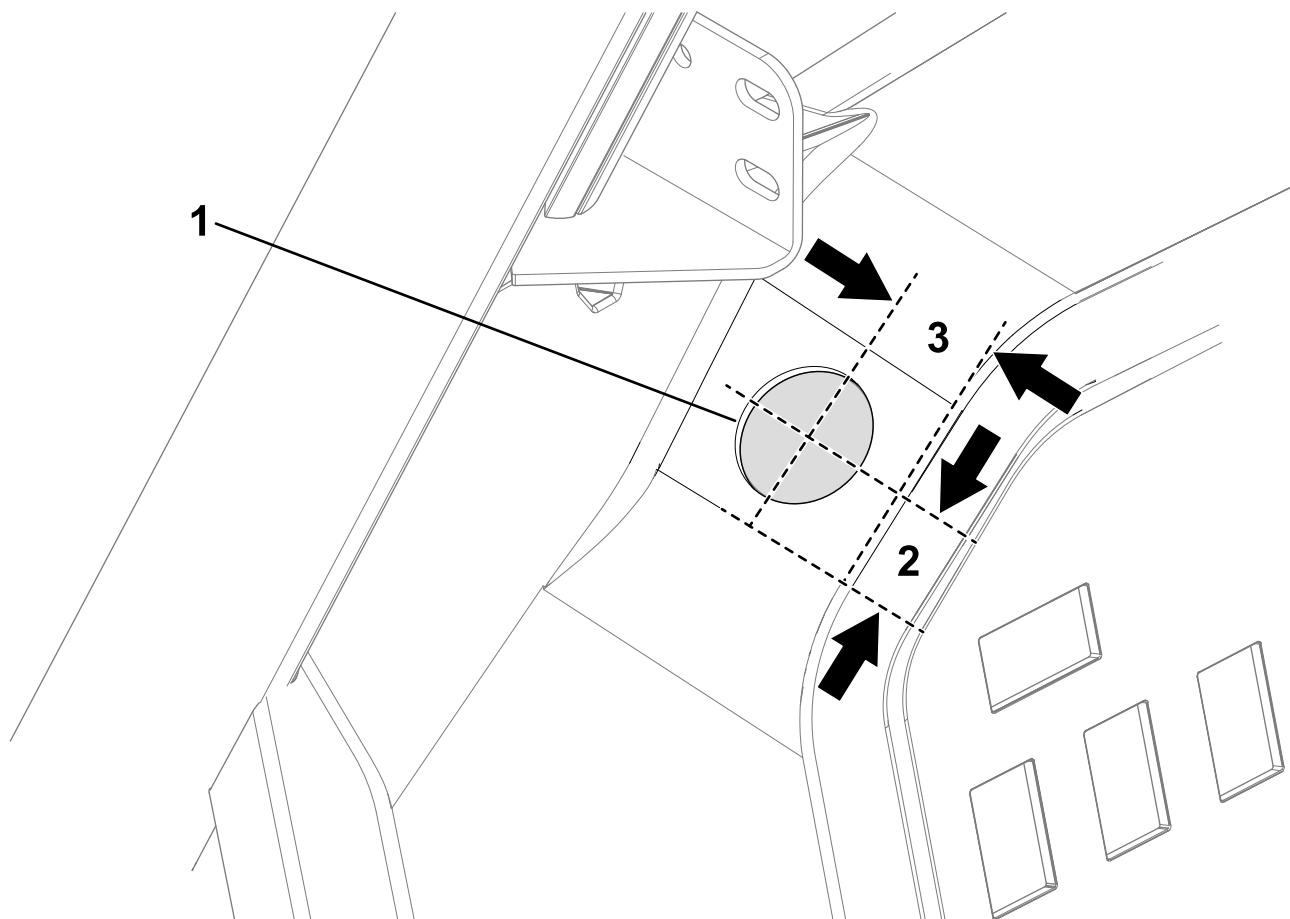

Рисунок 11
- Используя размеры, показанные на Рисунок 11, просверлите отверстие диаметром 38 мм в приборной панели.